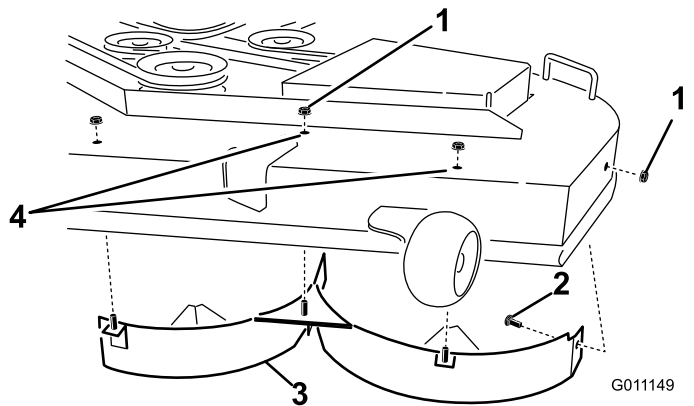

Figure 30
4. Retirez les 2 contre-écrous (5/16 po) fixés aux montants soudés du déflecteur gauche sur le dessus du plateau de coupe, au centre et à gauche du centre (Figure 30).
6. Déposez le déflecteur gauche du plateau de coupe, comme montré à la Figure 30.